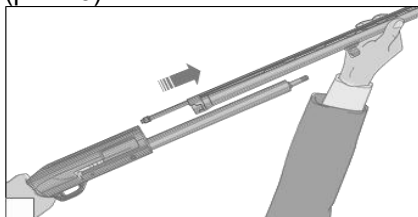

Рис. 15
- извлеките ствол из ствольной коробки и снимите его с трубки магазина (рис.15).